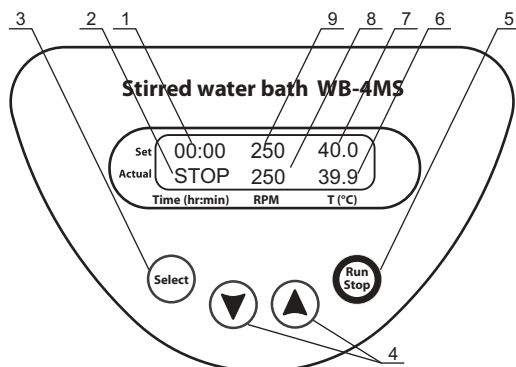

Рис. 1 Панель управления
- в верхней строке (**Set**) – ранее установленные значения времени (рис. 1/1), скорости магнитного перемешивающего элемента (рис. 1/9) и температуры воды (рис. 1/7);
- в нижней строке (**Actual**) – индикатор Time (STOP, рис. 1/2), текущие показания скорости магнитного перемешивающего элемента (рис. 1/8) и температуры воды (рис. 1/6).
- 4.4. **Установка параметров.** Нажатием кнопки **Select** (рис. 1/3) выберите параметр, который необходимо изменить. Каждое нажатие кнопки **Select** последовательно активирует установленные значения в верхней строке дисплея. Активный параметр обозначается мигающей индикацией.
Используйте кнопки ▲ и ▼ (рис. 1/4) для установки соответствующих значений. Если кнопка установки удерживается нажатой более 2 с, скорость смены значений увеличивается.
- 4.5. **Установка температуры.** Нажатием кнопки **Select** выберите параметр температуры **T (°C)** (рис. 1/7).
Кнопками ▲ и ▼ (рис. 1/4) установите необходимую температуру. Если кнопка установки удерживается нажатой более 2 с, скорость смены значений увеличивается. Начнется нагрев. Текущие показания температуры отображаются в нижней строке дисплея (рис. 1/6).
- 4.6. **Установка скорости вращения магнитного элемента.** Нажатием кнопки **Select** выберите параметр скорости **RPM** (рис. 1/9).
Кнопками ▲ и ▼ (рис. 1/4) установите необходимую скорость (250–1000 об/мин). Если кнопка установки удерживается нажатой более 2 с, скорость смены значений увеличивается. Текущие показания скорости вращения магнитного элемента отображаются в нижней строке дисплея (рис. 1/8).
- 4.7. **Установка времени.** Нажатием кнопки **Select** выберите параметр времени **Time (hr:min)** (рис. 1/1).
Кнопками ▲ и ▼ (рис. 1/4) установите необходимый интервал времени. Если кнопка установки удерживается нажатой более 2 с, скорость смены значений увеличивается.
- 4.8. Нажмите кнопку **Run/Stop** (рис. 1/5). При этом начнется отсчет установленного интервала времени (рис. 1/2).
- 4.9. По истечении установленного интервала времени таймер подает звуковой сигнал, при этом на дисплее отображается мигающая индикация STOP. Нажмите кнопку **Run/Stop** (рис. 1/5) для прекращения сигнала.
- Внимание!** При остановке таймера не прекращается процесс нагрева/поддержания установленной температуры. Для прекращения нагрева необходимо кнопкой ▼ T, °C (рис. 1/4) установить значение температуры ниже 25°C (индикация OFF на дисплее).